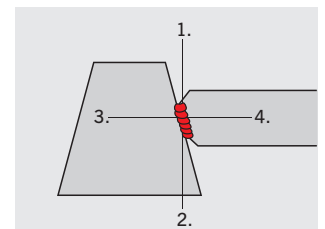

Fig. 9
**Remarque:** Prendre soin de procéder alternativement par points placés sur chaque face. Chaque barre doit d'abord être solidarisée avec un seul pilier implantaire et ensuite seulement l'autre extrémité peut être fixée. (Fig. 9)